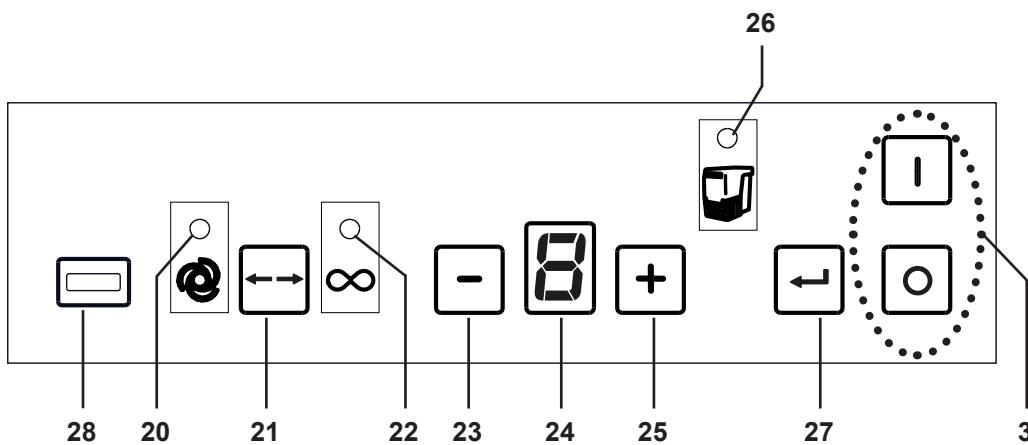

図 2
- ⇒ オン・オフ スイッチ(3、図2)で装置のスイッチを切ってください。